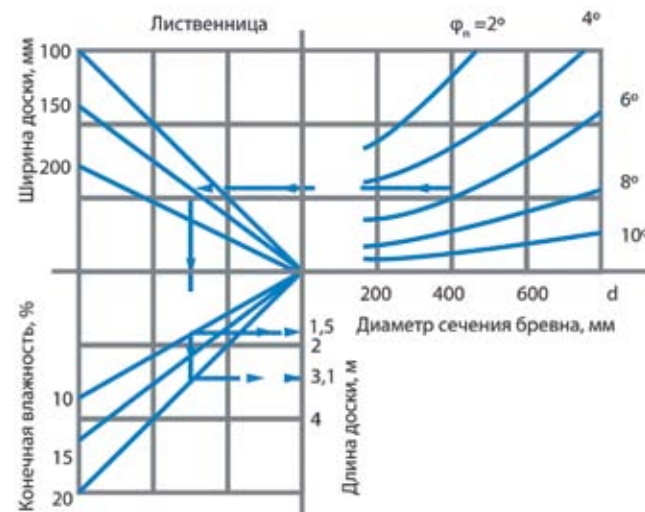
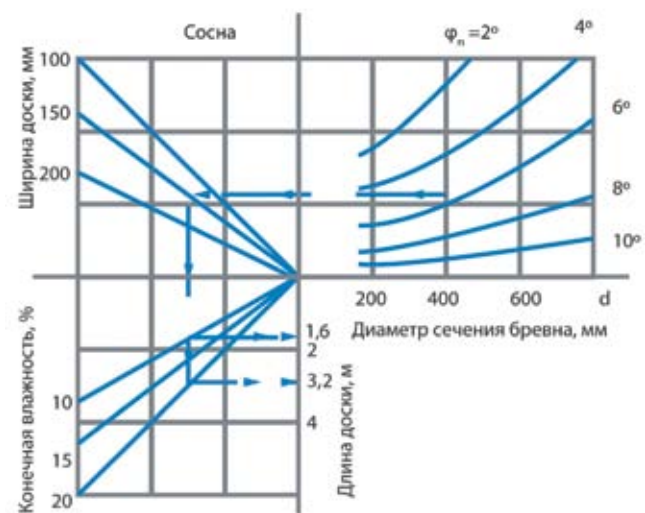

Рис.13. Диаграмма для определения длины косослойных лиственничных досок
Рис.14. Диаграмма для определения оптимальной длины косослойных досок
Для практического использования по результатам вычислений (10) построены диаграммы для пиломатериалов из лиственницы (рис. 13) и сосны (рис. 14).